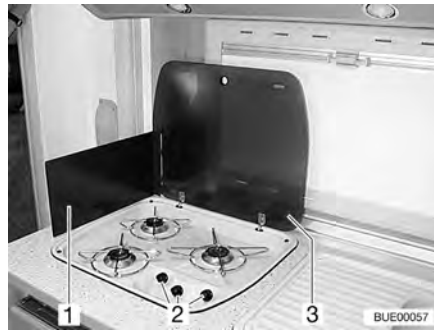

Bild 150 Gasspis
- Öppna gasspisens lock (Bild 150,3).
- Fäll upp eller ställ upp flamskyddsplåten (Bild 150,1), beroende på modell.
- Vrid vridregulatorn (Bild 150,2) till önskad låga till tändningsläge (stor låga).